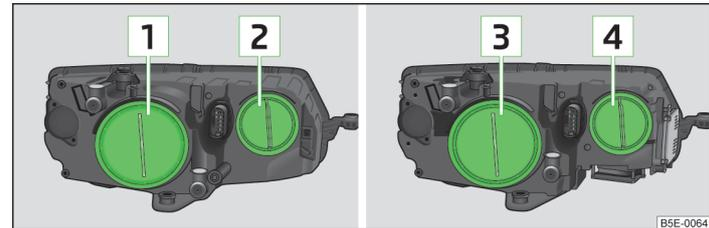

Abb. 174 Glühlampenanzordnung: Halogen-Scheinwerfer / Scheinwerfer mit Xenon-Licht
- › Die Gummiabdeckung » Abb. 174 auf Seite 209 abnehmen.